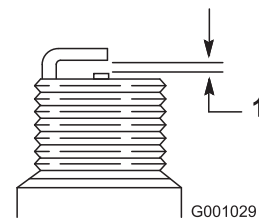

Figure 46
4. Réglez l'écartement des électrodes à 0,76 mm (0,030 po) (Figure 46).